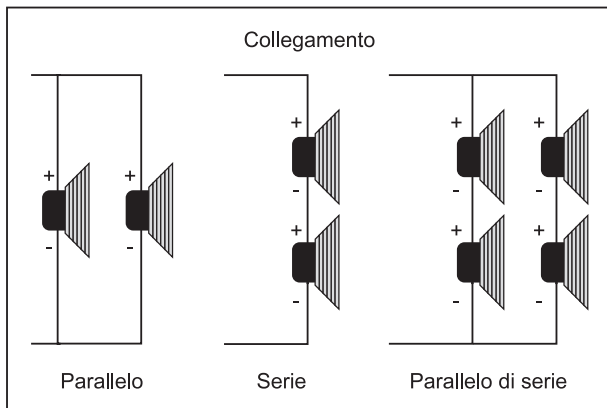

Fig. 4.1: rappresentazione grafica delle diverse configurazioni circuitali
**⚠ Osservare a riguardo anche le figure 4.1 e 4.2.**